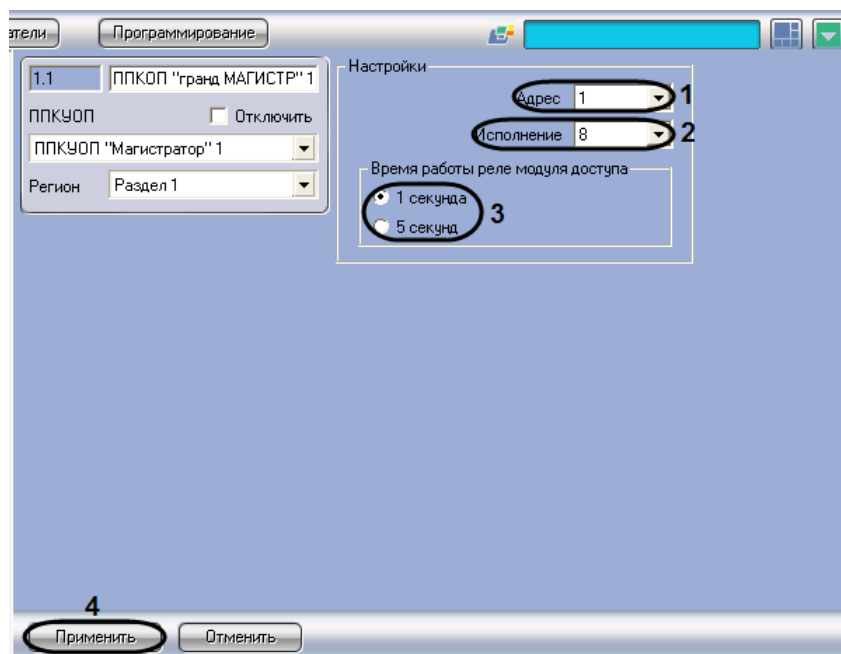

Рис. 3.3-2 Настройка прибора Гранд МАГИСТР
1. Перейти на панель настройки объекта **ППКОП “Гранд МАГИСТР”** (Рис. 3.3-2).
2. В поле **Адрес** ввести сетевой адрес прибора *Гранд МАГИСТР* в системе *Магистратор* (см. Рис. 3.3-2, **1**)
3. Из раскрывающегося списка **Исполнение** выбрать исполнение прибора *Гранд МАГИСТР* по количеству контролируемых шлейфов сигнализации (см. Рис. 3.3-2, **2**)
4. В группе **Время работы реле модуля доступа** установить переключатель в положение, соответствующее требуемой длительности коммутации реле электрозамков, управляемых портами доступа охранных шлейфов сигнализации (см. Рис. 3.3-2, **3**).
5. Для сохранения внесенных изменений в базе данных ПК *ACFA Intellect* нажать кнопку **Применить** (см. Рис. 3.3-2, **4**)